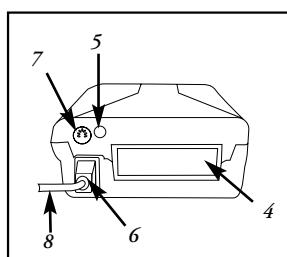

Figure 3
- Insérer le cordon électrique approprié dans la prise d'alimentation AC, **Figure 3**.